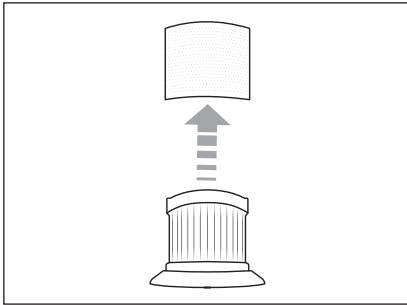

Abb. 12
- 3) Ziehen Sie den den Edelstahlfilter **6** vom EPA-Filter **5** ab (siehe Abb. 12).